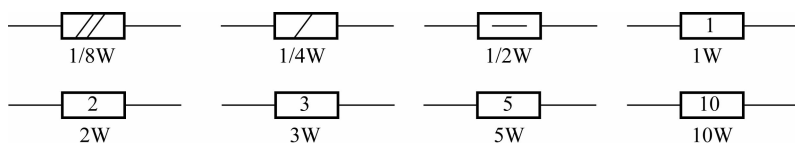

图 1-1-10 电阻器的额定功率标志
(3)在电路图中,为了表示电阻器额定功率的大小,一般会在电阻器符号上标注一些标志。电路图中电阻器的额定功率标志如图 1-1-10 所示,1W 以下用线条表示,1W 以上直接用数字表示功率的大小(旧标准用罗马数字表示)。